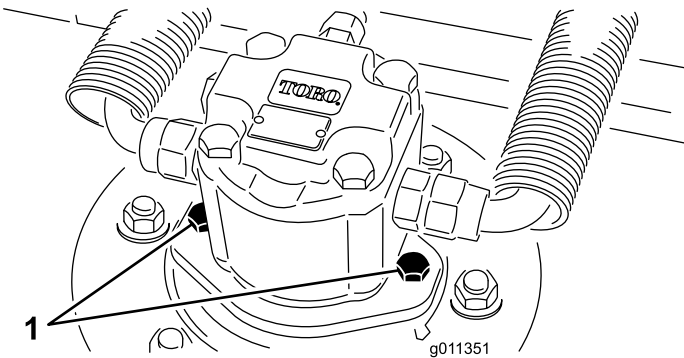

Figura 78
2. Desligue e retire o motor hidráulico da plataforma (Figura 78). Cubra a parte superior do eixo para não o sujar.
4. Instale o motor hidráulico na plataforma (Figura 78). Verifique se o anel de retenção está posicionado corretamente e não está danificado.